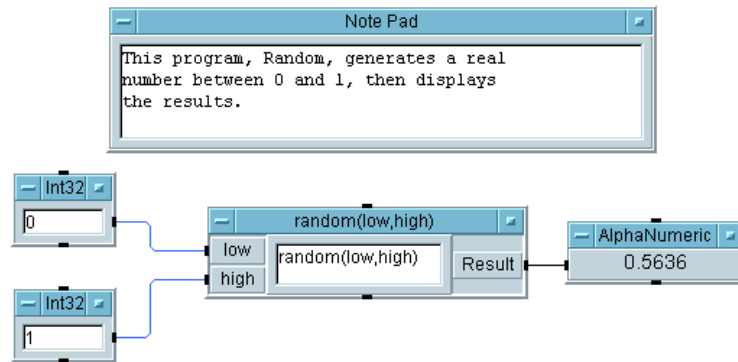

図 2-32. Random プログラム
6. ツールバーの [Run] ボタンをクリックします。図 2-32 のように、乱数が表示されます。